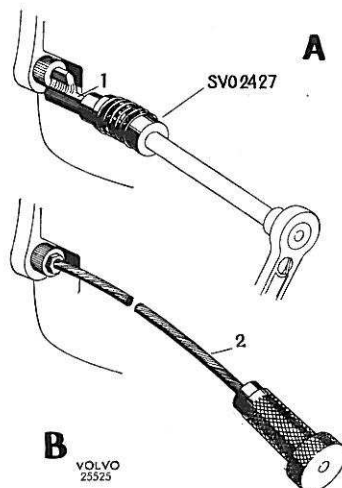

Figure 20. Démontage des vis de la boîte de vitesses, voitures équipées d'un moteur B 16
- 5a. Voitures équipées d'un moteur B 16 : Enlever les vis de fixation de la boîte de vitesses sur le carter d'embrayage en se servant de la clé SVO 2426 et du joint universel SVO 2427, voir A, figure 20. Se servir ensuite de la clé SVO 2428 pour le dévissage, voir B, figure 20. Retirer la boîte de vitesses vers l'arrière.